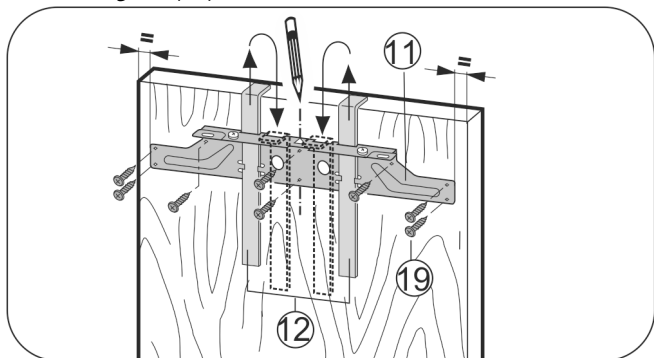

Fig. 18
- ▶ Upevňovací příčník Fig. 18 (11) zavěste pomocí montážních pomůcek Fig. 18 (12) na vnitřní stranu nábytkových dveří.
- ▶ Upevňovací příčník Fig. 18 (11) vyrovnejte na střed dveří.
- ▶ Upevňovací příčník Fig. 18 (11) přišroubujte minimálně 6 šrouby Fig. 18 (19).
- ▶ Upevňovací příčník Fig. 18 (11) přišroubujte na okraji 4 šrouby Fig. 18 (19).
- ▶ Montážní pomůcky Fig. 18 (12) vytáhněte směrem nahoru a zasuňte je obráceně do sousedních upínacích otvorů.